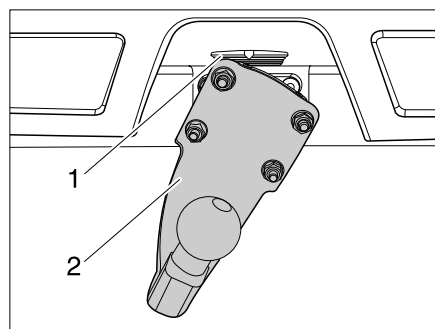

Bild 6 Anhängerkupplung
- Anhängerkupplung (Bild 6,2) im 90° Winkel an Arretierung (Bild 6,1) ansetzen.
- Anhängerkupplung (Bild 6,2) nach unten schwenken bis die Arretierung (Bild 6,1) einrastet.
- Arretierung (Bild 6,1) nach oben drücken.
- Anhängerkupplung (Bild 6,2) 90° nach links schwenken.
- Arretierung (Bild 6,1) loslassen.
- Anhängerkupplung (Bild 6,2) abnehmen.